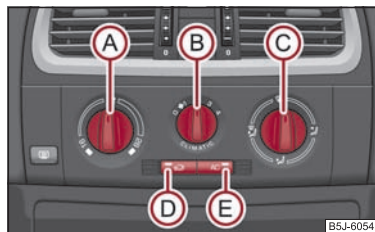

Fig. 89 Climatic: Elementele de comandă
- Apăsați tasta   ⇒ pagina 80, fig. 89, lampa de control din tastă se aprinde.
Când regulatorul  se află în poziția  ⇒ pagina 80, fig. 89, recircularea aerului este oprită automat. Prin apăsarea repetată a tastei  puteți porni recircularea aerului și în această poziție.
Instalația de climatizare funcționează numai când tasta **AC** ⇒ pagina 80, fig. 89 **(E)** este apăsată și se îndeplinesc următoarele condiții:
- Rotiți regulatorul rotativ **(A)** ⇒ fig. 89 spre dreapta pentru a mări temperatura.
- Apăsați tasta **(AC)** **(E)** ⇒ fig. 89. Lampa de control din tastă se va aprinde.